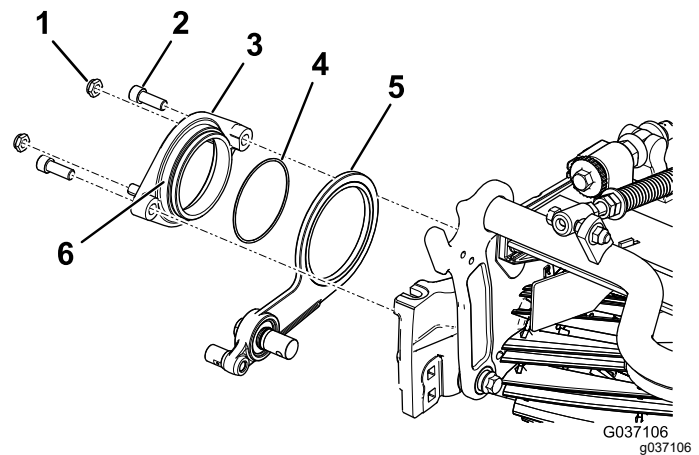

Bild 9
3. Tragen Sie Gleitmittel auf den Außendurchmesser der Drehbüchsen auf (Bild 9).
4. Befestigen Sie die Drehbüchse mit zwei Innensechskantschrauben über der Spannscheibe an der Spindel (Bild 9).
5. Befestigen Sie die zwei Sicherungsmuttern lose an der Drehbüchse (**Bild 9**).